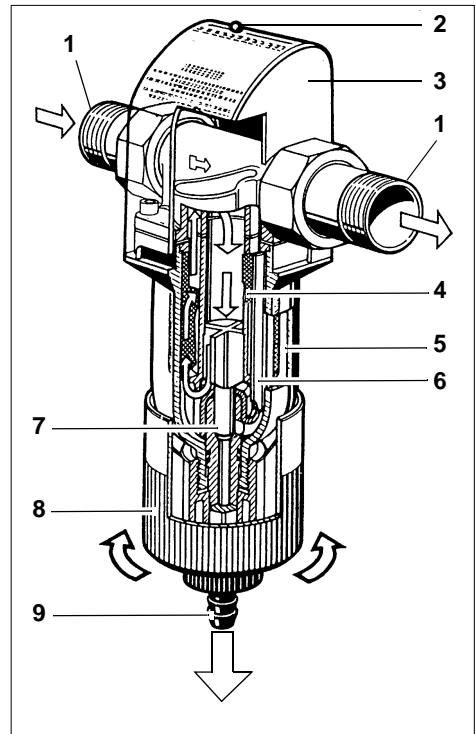

Fig. 5: Description du fonctionnement
**i** Un bouton d'indication est installé sur la bride rotative de montage (cf. fig. 5). Il peut être déplacé le long de l'échelle mensuelle. Cela permet ainsi de contrôler l'intervalle de rétrolavage.